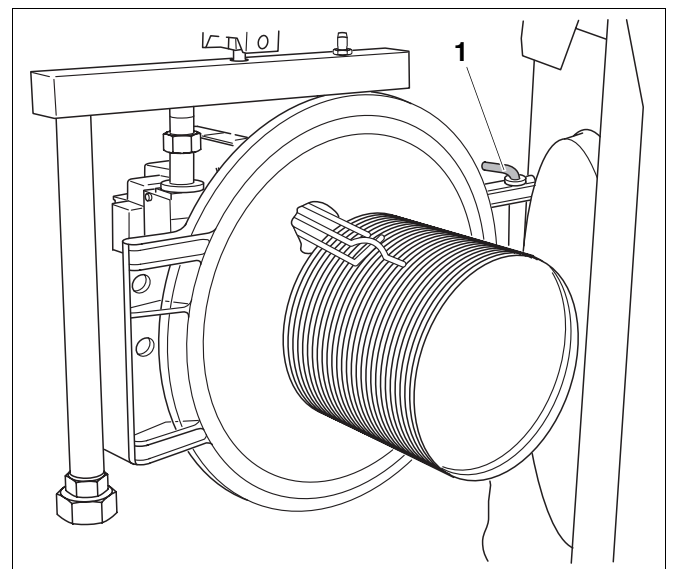

Abb. 7 Türanschlag links montieren
- Oberes linkes Scharnier mit Scharnierbolzen (Abb. 7, **Pos. 1**) sichern.
- Oberes rechtes Scharnier mit Scharnierbolzen sichern (entsprechend Abb. 7, **Pos. 1**, Seite 13).